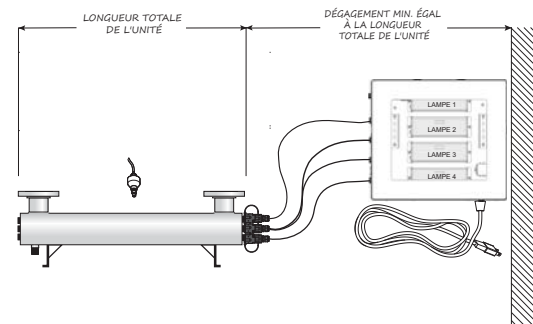

Figure 2 Système de désinfection
1. **Figure 2** décrit l'installation d'un système de désinfection et des composants connexes qui peuvent être utilisés pour l'installation. L'utilisation d'un ensemble de dérivation est recommandée dans le cas où le système nécessite une maintenance « hors ligne ». Dans ce cas, notez que le système nécessite une désinfection supplémentaire pour le système de distribution si de l'eau est utilisée pendant la dérivation. De plus, pendant la dérivation, l'eau NE sera PAS désinfectée et une étiquette « NE PAS CONSOMMER L'EAU » doit physiquement être installée sur l'ensemble de dérivation jusqu'à ce que le système soit assaini et à nouveau en service. Pour plus d'informations, consultez notre procédure de désinfection, **Section 3.1**. Si l'eau doit être consommée pendant que le système est hors ligne, l'eau doit être bouillie pendant deux minutes avant d'être consommée.
2. Sélectionner un emplacement approprié pour le système de désinfection et ses composants connexes. Étant donné qu'il est recommandé d'installer un DFT, assurez-vous qu'il est pris en compte avant l'installation. Le système doit être installé horizontalement, consultez la **Figure 2**. Lorsque vous sélectionnez un emplacement de montage, vous devez laisser suffisamment d'espace pour permettre la dépose des lampes UV/des manchons en quartz (on laisse habituellement un espace équivalent à la taille du caisson de réacteur lui-même).